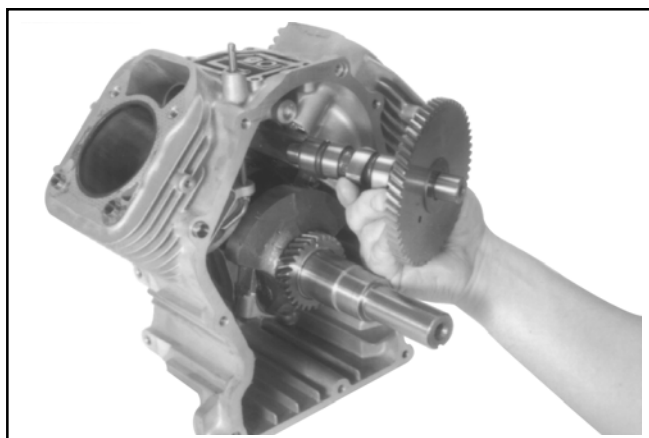

Figura 9-50. Rimozione dell'albero a camme.
1. Rimuovere l'albero a camme e lo spessore. Vedere Figura 9-50.